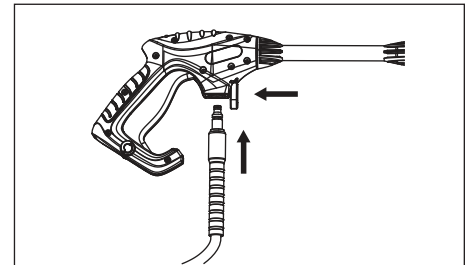

Figure 4 - Fixer le tuyau à haute pression au pistolet
2. Fixer le tuyau à haute pression au pistolet (voir la figure 4).